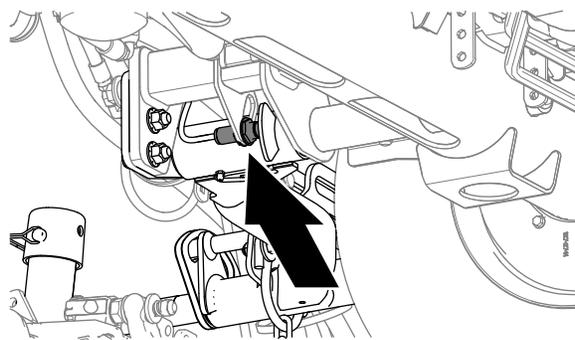

图 51
2. 提升臂开关位于 5 号滚刀组提升臂图 51 内侧的液压油箱下方。